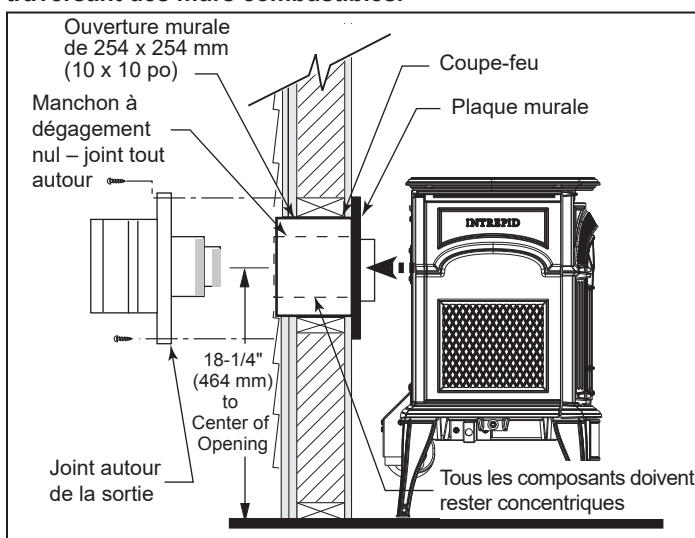

Figure 3.21 – Installation minimale horizontale de la ventilation arrière de l'Intrepid.
5. Installez la sortie de ventilation (figure 3.21). Insérez les collets intérieur et extérieur de la sortie de ventilation dans les conduits adjacents. Assurez-vous que les conduits de ventilation chevauchent les collets par 51 mm (2 po). Fixez la sortie au mur extérieur avec les vis fournies et appliquez du scellant résistant aux intempéries au joint.